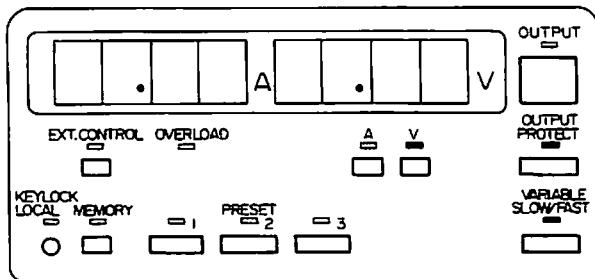

図7
- 1)図7のようなLEDの点灯および消灯状態にしてください。（必ず、OUTPUT・LEDが消灯していることを確認してください。）
- 3)A・キー⑥を押し A・LEDの点灯を確認します。
- 5)OUTPUT・キー⑫を押すと、+と-の出力端子⑯⑰より設定した出力値が得られます。